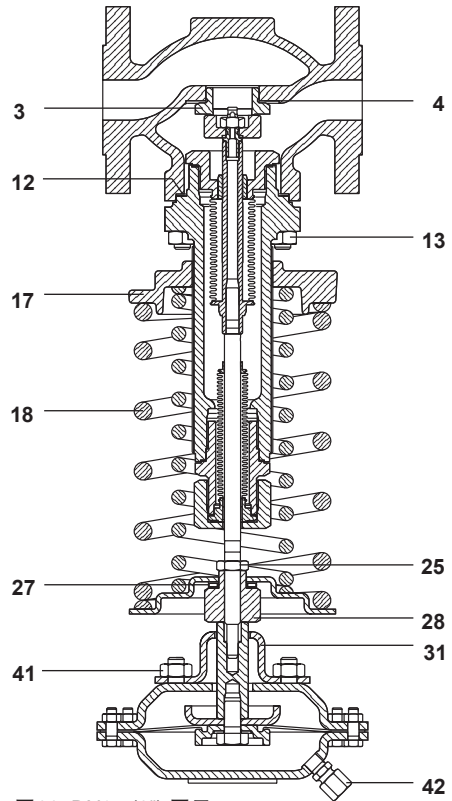

图11 DN25 (1") 图示
4.4.5 更换阀芯和阀座 (图11)
4.4.6 更换轴承组件 (图11) :